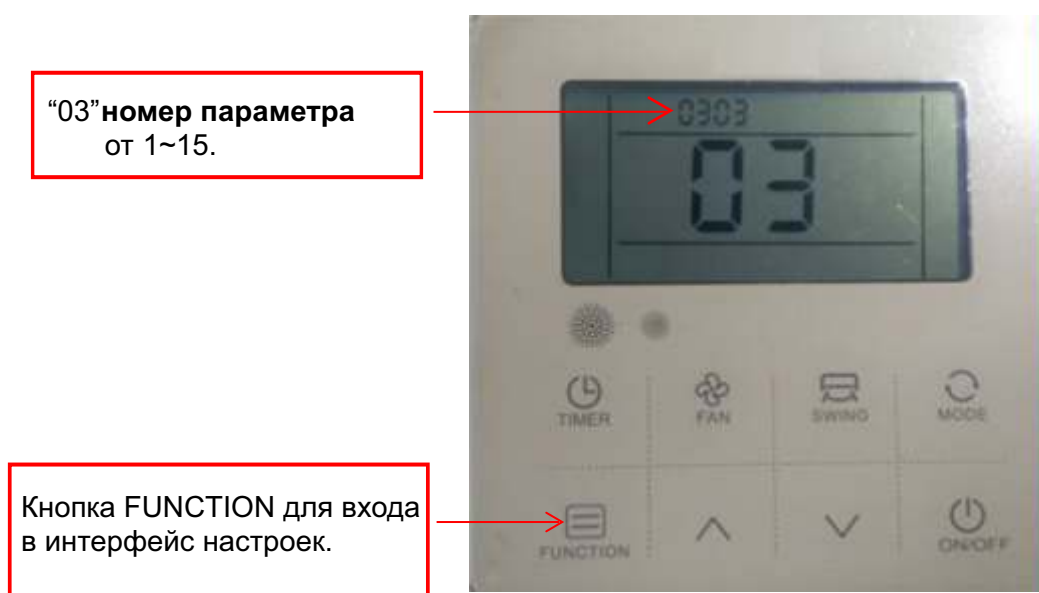

Рисунок 6.4
① Для входа в интерфейс настроек нажмите и удерживайте кнопку “Function” (примерно 10 сек) до тех пор пока начнет мигать номер параметра (рисунок 6.4). Значение номера параметра в диапазоне 1~15 по таблице п.6.1